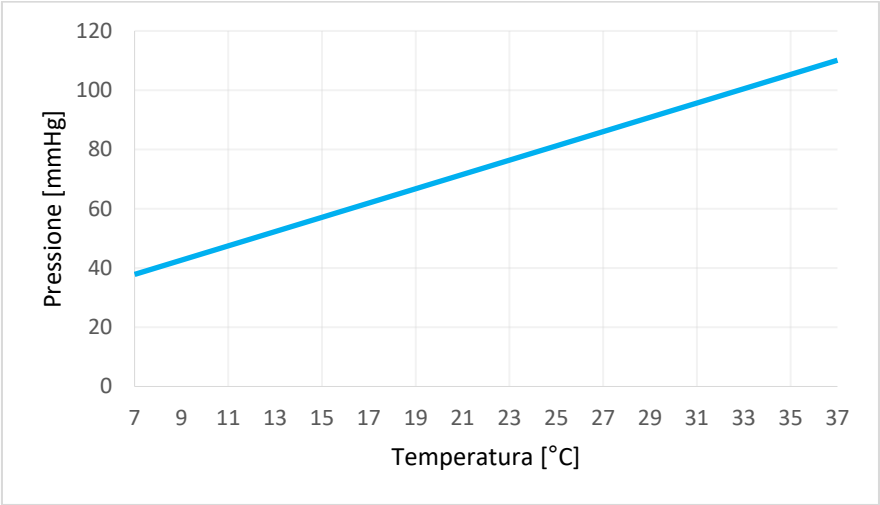
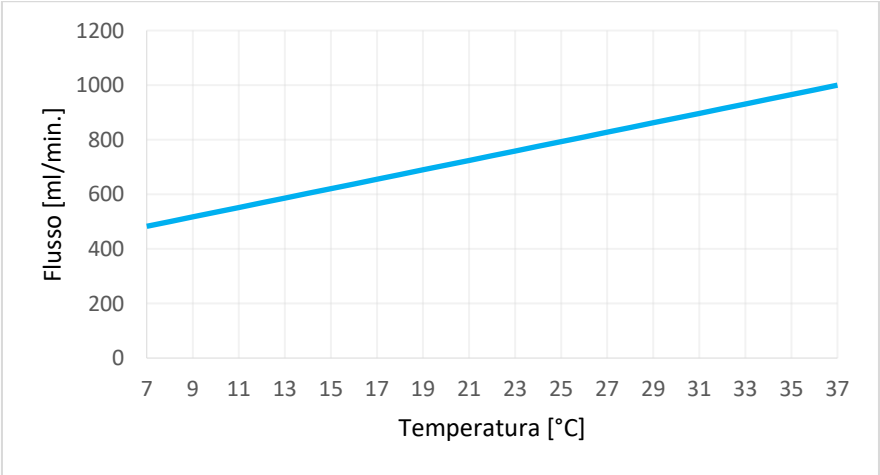

Figura 30 Limiti di pressione al variare della temperatura
Figura 31 Limiti di flusso al variare della temperatura
- Posizionare il secondo coperchio sul serbatoio e assicurarsi che l'orientamento sia corretto; la freccia rossa sulla parte inferiore dell'etichetta deve essere rivolta in direzione dell'Unità pompa, vedere la Figura 30.
modificati. Se viene raggiunto un limite, il dispositivo riduce la velocità della pompa per mantenere una perfusione sicura. Le pressioni consentite a diverse temperature sono mostrate nella Figura 30. I flussi consentiti a diverse temperature sono mostrati nella Figura 31.